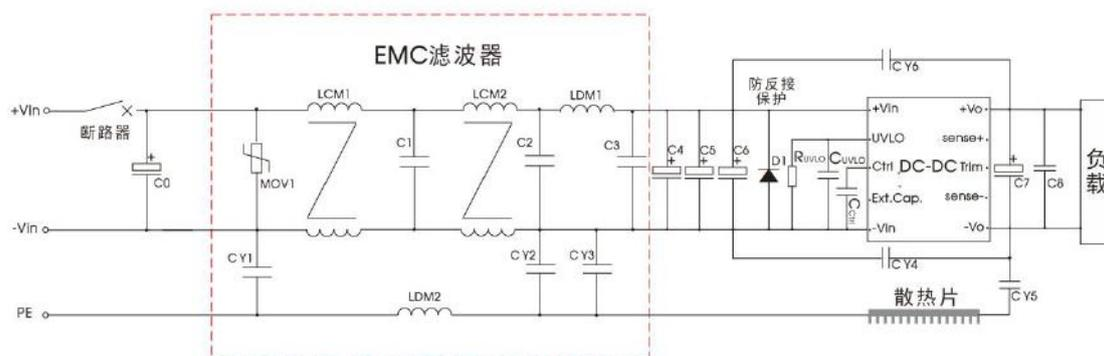

图 6
2. EMC滤波部分由模块电路组成，推荐电路和参数请参考图6，也可以使用自搭电路；